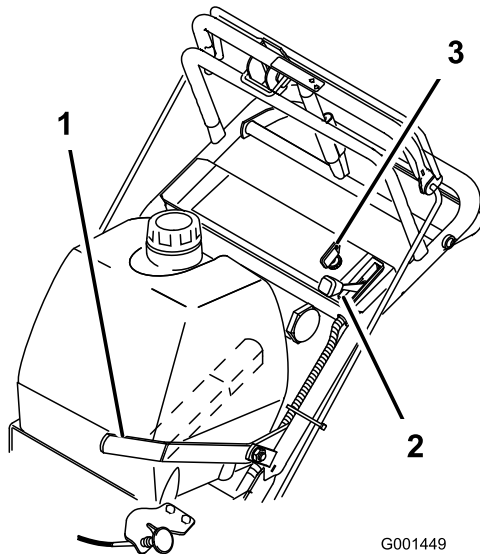

Figure 7
4. Tournez la clé à la position CONTACT (Figure 7).
7. Utilisez le starter si le moteur est froid (Figure 7).
1. Placez la commande d'accélérateur en position BAS RÉGIME (Figure 7).
3. Tournez la clé de contact en position ARRÊT (Figure 7).